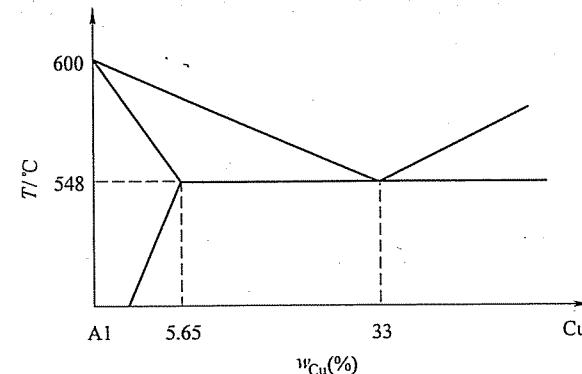

图27-6 第七题第1小题图
1. 图27-6为Al-Cu二元合金相图，今将含w_{Cu}=2%的合金棒在固相中无扩散、液相中完全混合、液固界面平面推进的条件下进行不平衡凝固(忽略成分变化引起的体积变化)。计算凝固始端固相的成分；确定凝固结束后共晶体占铸锭棒长的体积百分数，并示意画出合金棒中溶质(Cu)浓度分布曲线。